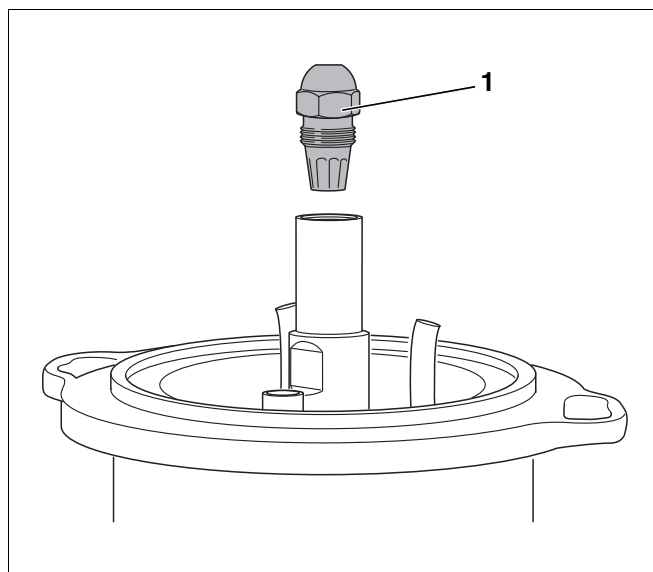

Рис. 29 Демонтаж форсунки
- Открутить форсунку (Рис. 29, поз. 1) двумя гаечными ключами SW 16 и SW 19.
- Открутить форсунку (Рис. 29, стр. 34).